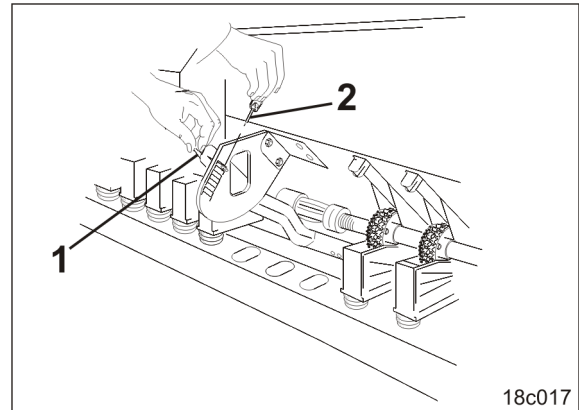

Bild 144
1. Ställ bottenpjällspaken (Bild 144/1) i hålgruppen på tabellvärdet (se sidan 64).
2. Säkra bottenklaffspak med en låssprint (Bild 144/2).